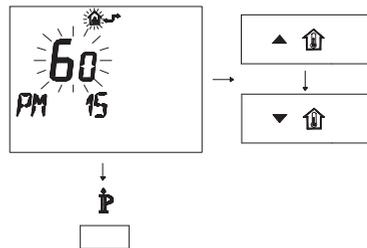

Fig. 5.33
- Modificare il SET programmato agendo sui pulsanti ▲ **UP** o ▼ **DOWN** fino a visualizzare un **set di 60**, aspettare che il numero programmato cominci a lampeggiare (Fig. 5.33).